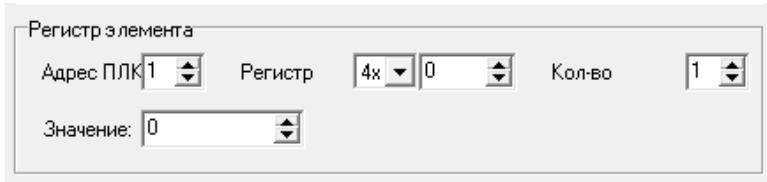

Рис. 4.11. Параметры ввода данных
- При выборе позиции «Регистр» активируется группа полей «Регистр», в которой следует задать параметры регистра ПЛК, значение которого будет задаваться при нажатии функциональной кнопки (см. рис. 4.11).